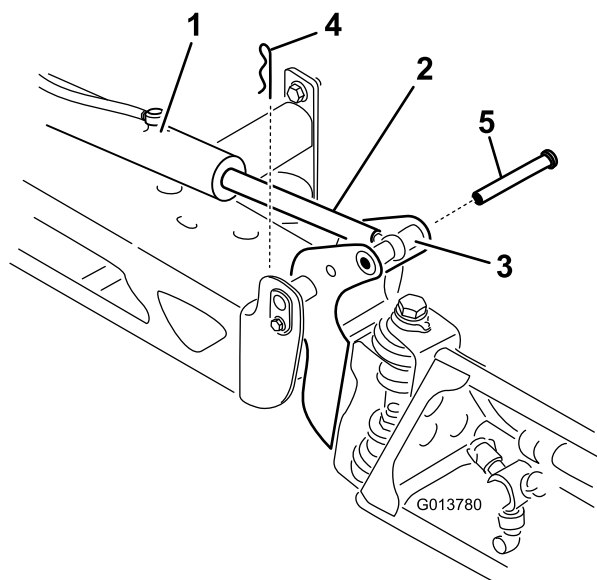

Figura 70
2. Retire la chaveta del pasador (Figura 70).
3. Eleve la sección, retire el pasador, y baje la sección lentamente al suelo (Figura 70).
7. Sujete la sección de fumigación, e introduzca el pasador a través del pivote del brazo y del émbolo del actuador (Figura 70).